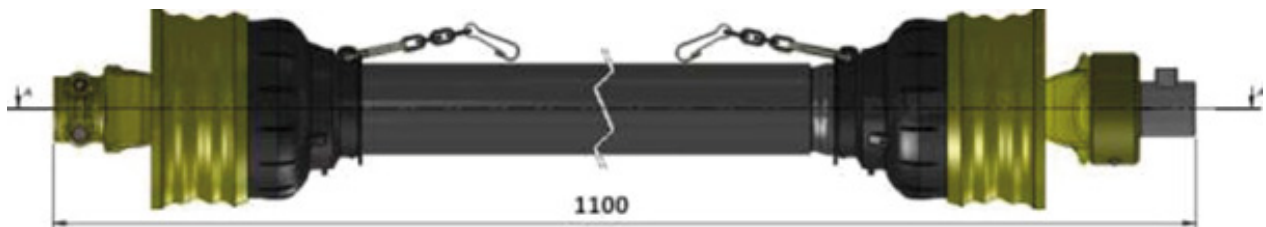

Figura 7- Eje cardan de la TDF
El eje de la toma de fuerza que transfiere el movimiento del eje de la toma de fuerza del tractor a la transmisión de la máquina está equipado con una junta que tiene un acoplamiento de seguridad de rotación libre (El eje provisto con la máquina y recomendado para el futuro cuando sea necesario es: StarPto, Serie 6, acoplamiento de seguridad tipo embrague de fricción, con una longitud de 1100 mm cuando la junta está cerrada). (Ver Figura 7).
- Segundo; mida la distancia entre los pernos que fijan el eje a cada lado (Ver Figura 7). Tome nota de este valor L.